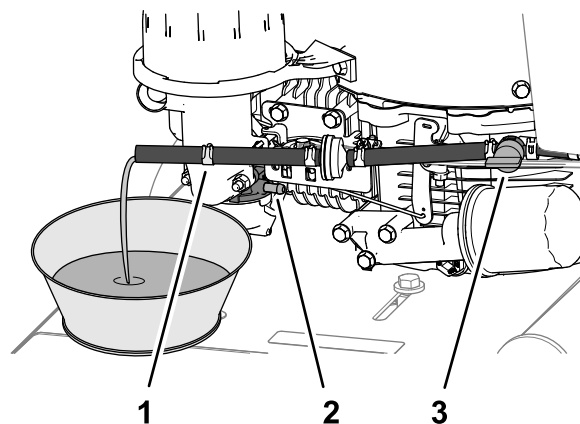

Figure 36
4. Sur le carburateur, pincez les extrémités du collier et éloignez-le du raccord de carburant (Figure 36).